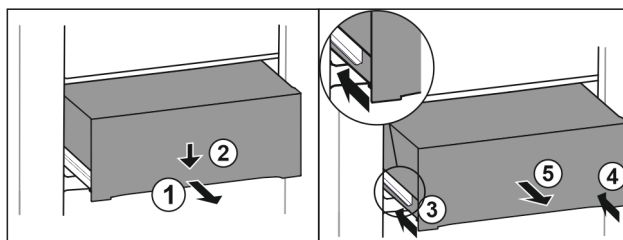

Fig. 118
- ▶ Zásuvku napůl vytáhněte. Fig. 118 (1)
- ▶ Stlačte zásuvku na přední straně dolů. Fig. 118 (2)
- ▶ Zasuňte levou kolejničku přibližně do 2 cm. Fig. 118 (3)
- ▶ Zasuňte pravou kolejničku přibližně do 2 cm. Fig. 118 (4)
- ▶ Vyjměte zásuvku dopředu. Fig. 118 (5)